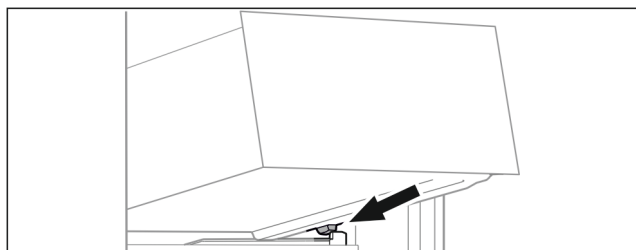

Fig. 79
- Встановити висувний ящик за стопорами на ребро для резервуару навкоси. (див. Fig. 79)